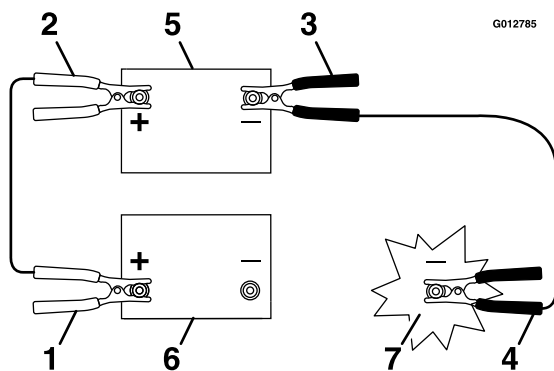

Figure 56
3. Branchez le câble positif (+) à la borne positive (+) de la batterie à plat qui est reliée au démarreur ou au solénoïde, comme montré à la Figure 56.